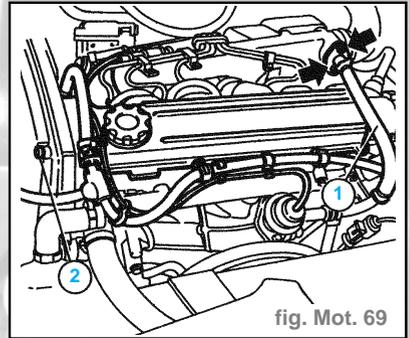

fig. Mot. 69
- Débrancher la canalisation de raccordement à la soupape EGR, libérer de leurs colliers de retenue sur le cache-poussoirs les canalisations du circuit de liquide de refroidissement. Desserrer la vis (2) fixant le carter de la courroie de distribution, dévisser ensuite les vis de fixation du cache-poussoirs avant de déposer ce dernier (fig. Mot. 69).